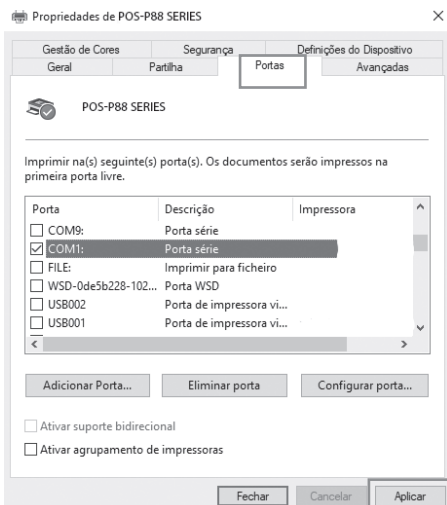

Figura 14
**3.2.4** Selecione “POS-P88 SERIES”, escolha “Portas”, selecione a porta “COM1” e prima “Aplicar”, para ativar os parâmetros. (Ver Figura 14).